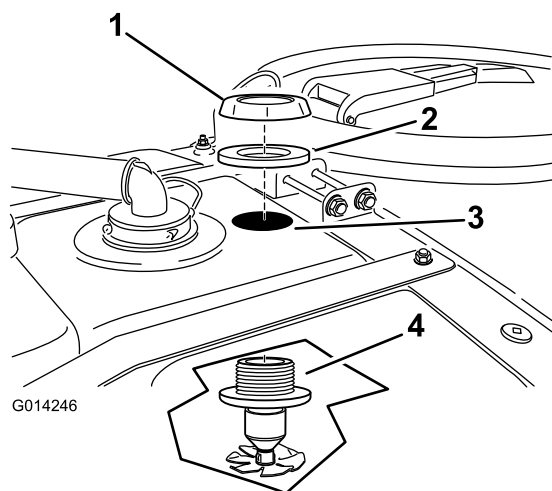

図 15
2. 先ほどあけた穴の下から上へ、ノズル・アセンブリを通す (図 15)。
3. タンク上部のバルクヘッドのねじ山に、ガasketと、プラスチック製フランジ・ナットを取り付ける (図 15)。タンク表面とプラスチック製ナットの間に完全にシールされていることを確認する。